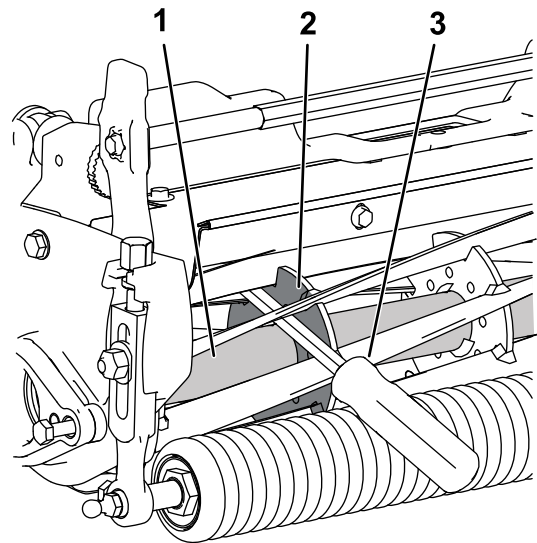

Figure 12
- Placez le levier contre le côté soudé de la plaque de support du cylindre (Figure 12).
- A. Insérez un levier à long manche (3/8" x 12" avec manche de tournevis recommandé) dans l'avant du cylindre de coupe, au plus près du côté de l'unité de coupe que vous allez serrer (Figure 12).
- B. Placez le levier contre le côté soudé de la plaque de support du cylindre (Figure 12).